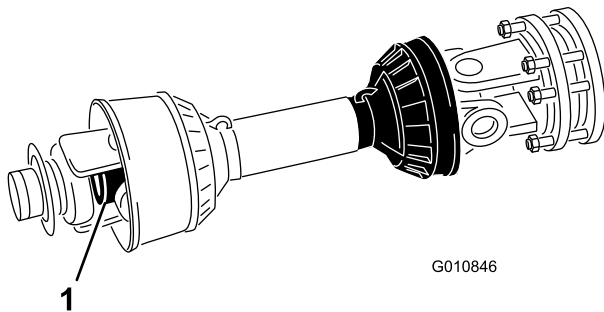

Bild 14
9. Schieben Sie die Zapfwellenrohre zusammen, bis sie ganz zusammengeklappt sind. Stellen Sie sicher, dass das **Innenrohr** nicht in das Kreuz und den Lagerabschnitt des Außenrohrs hineinragt (Bild 14). Falls dies der Fall ist, müssen das Innenrohr **kürzen**, um das Problem zu beheben.